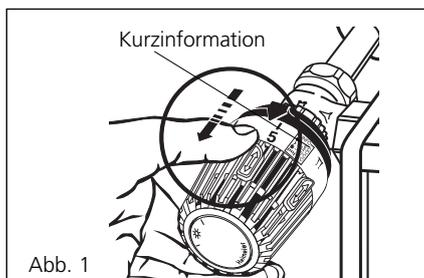
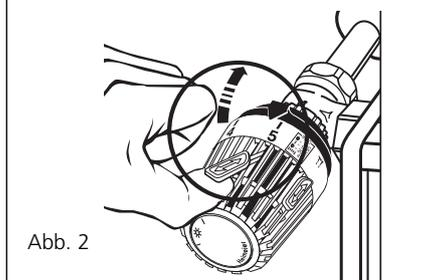
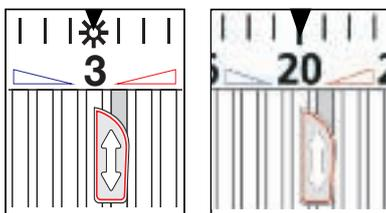

Abb. 1
Abb. 2
Abb. 3: roter Sparclip für obere Markierung/Begrenzung z. B. 20°C
Hierzu roten Sparclip mit dem Daumen bis zum Anschlag zurückziehen (Abb. 1), anheben und herausnehmen (Abb. 2). Der Thermostat-Kopf wird danach auf die gewünschte Temperatur eingestellt, z. B. Merzkahl 3 (20) \approx 20 °C. Anschließend ist der rote Sparclip in
die Nut **rechts** neben Merzkahl 3 (20) einzusetzen (Abb. 3), vorzuschieben und danach mit dem Daumen bis zum Anschlag **zurückziehen**.
Hierzu blauen Sparclip mit dem Daumen bis zum Anschlag zurückziehen (Abb. 1), anheben und herausnehmen (Abb. 2). Der Thermostat-Kopf wird danach auf die gewünschte Temperatur eingestellt, z. B. Mondsymboll \approx 14 °C. Anschließend ist der blaue Sparclip in
Hierzu roten Sparclip mit dem Daumen bis zum Anschlag zurückziehen (Abb. 1), anheben und herausnehmen (Abb. 2). Der Thermostat-Kopf wird danach auf die gewünschte Temperatur eingestellt, z. B. Merzkahl 3 (20) \approx 20 °C. Anschließend ist der rote Sparclip in die Nut **rechts** neben Merzkahl 3 (20) einzusetzen (Abb. 3) und bis zum Anschlag **vorzuschieben**. Jetzt kann jede Ein-